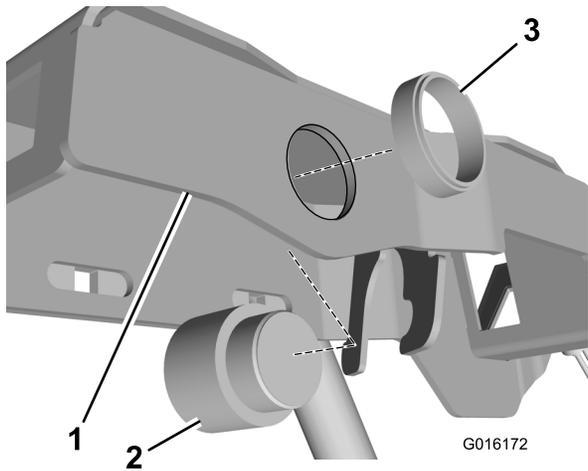

Bild 2
- Befestigen Sie den Summer im Rahmen des Armaturenblettarms (**Bild 2**).